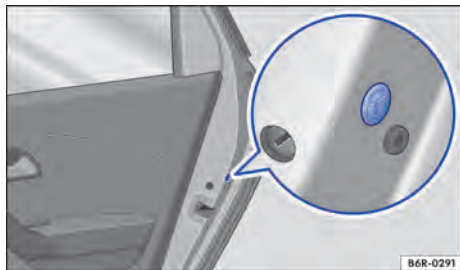

Fig. 47 En la puerta trasera: cierre de emergencia, cubierto por una junta de goma.
- Retirar el burlete de goma en la lateral de la puerta. El burlete está identificado por un candado  → fig. 47.